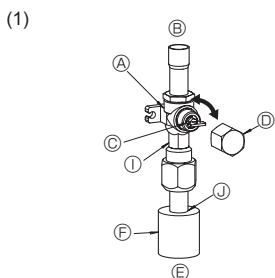
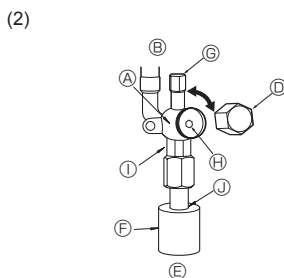

Fig. 4-6
Fig. 4-7
- (1) Γραμμή αερίου (Fig. 4-6)
- ① Βγάλτε το καπάκι, τραβήξτε τη λαβή προς την πλευρά σας και περιστρέψτε κατά το 1/4 της στροφής προς τα αριστερά για να ανοίξει.
- ② Βεβαιωθείτε ότι η ανασταλτική βαλβίδα έχει ανοίξει πλήρως, πιέστε τη λαβή και περιστρέφοντας επαναφέρετε το καπάκι στην αρχική του θέση.
- (2) Γραμμή υγρού (Fig. 4-7)
- ① Βγάλτε το καπάκι και περιστρέψτε το στέλεχος της βαλβίδας προς τα αριστερά έως το τέρμα χρησιμοποιώντας ένα εξαγωνικό κλειδί 4 mm. Σταματήστε να περιστρέφετε έως ότου φτάσει στον αναστολέα. (ø9,52; Περίπου 10 στροφές)